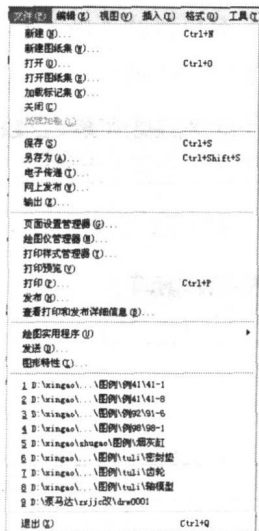

图 1-2 【文件】菜单
(1) 单击菜单栏【文件】中的【新建】命令（在以下的讲解中，均采用【文件】/【新建】的格式来说明），如图 1-2 所示，将出现如图 1-3 所示的对话框。
在创建一幅新图时，会弹出如图 1-2 所示的窗口。
应用程序会自动提示如图 1-2 所示使用的模板，读者可以根据自己的需要进行选择。